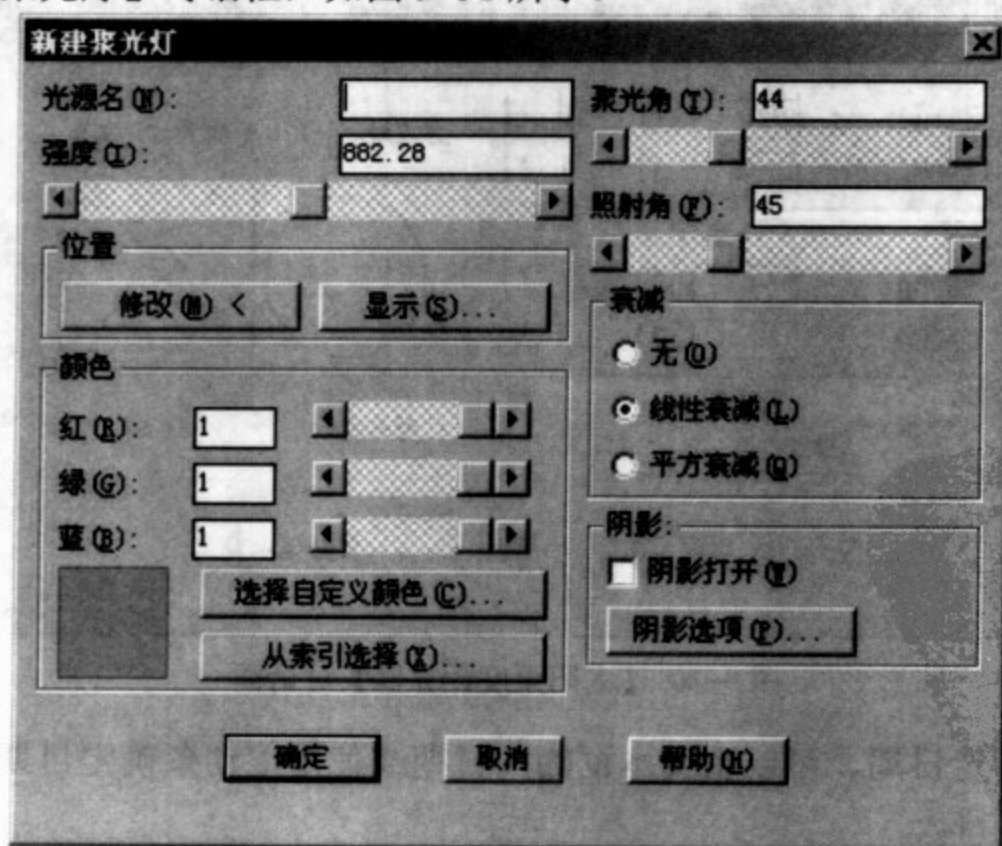

图 9-31 【新建聚光灯】对话框
- 地理位置：单击 **地理位置(G)...** 按钮，弹出【地理位置】对话框，如图 9-31 所示。通过对话框中指定城市或指定地图上的点间接地指定太阳的纬度和经度。
(3) 聚光灯。聚光灯是从点光源按锥形关系向一个方向发射的光。单击 **新建(N)...** 按钮，弹出【新建聚光灯】对话框，如图 9-31 所示。